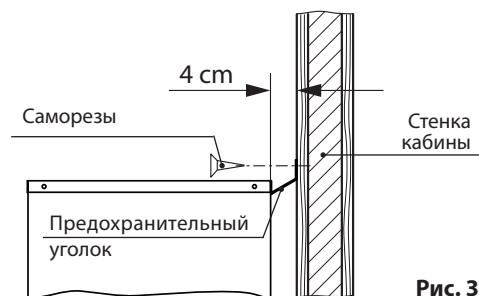

Рис. 3
- С задней стороны печи вставить крепежный уголок по центру под верхнее покрытие печи (между верхом и боковой панелью) и зафиксировать его на стенке кабины с помощью двух шурупов (смотри рис. 3)